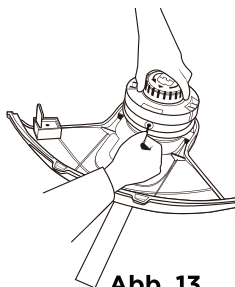

Abb. 13
- Führen Sie den Faden von der gezeigten Position bis zur Mitte des Fadens und richten Sie die beiden Enden aus (Abb. 13).